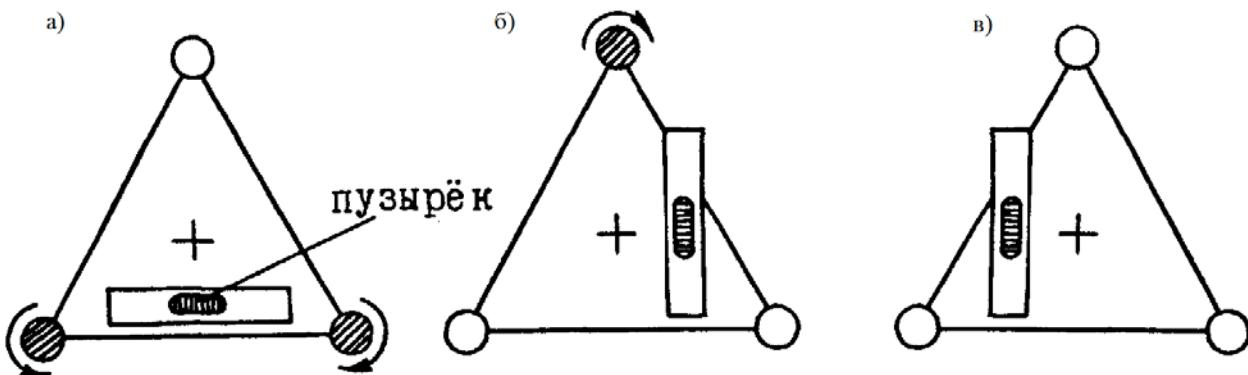

Рис. 5. Схема выполнения горизонтизации теодолита по цилиндрическому уровню при алидаде.
- 2) Вращая алидаду теодолита вокруг его вертикальной оси, добейтесь такого положения, при котором ось цилиндрического уровня будет выставлена параллельно линии, проходящей через два любых подъемных винта 16 (рис. 5а). Если прибор ранее был отгоризонтирован, то пузырек цилиндрического уровня должен находиться в центре ампулы. Если пузырек не находится в центре ампулы, то вращайте оба подъемных винта в противоположных направлениях (один по часовой стрелке, другой — против, либо наоборот) и приведите пузырек в центр.
- 3) Поверните алидаду на 90° , при этом ось цилиндрического уровня будет направлена в сторону третьего подъемного винта (рис. 5б). Если пузырек уровня не находится в центре ампулы, то, вращая третий подъемный винт, приведите пузырек уровня в центр.
- 4) Разверните алидаду на 180° (рис. 5в), при этом ось уровня будет направлена в сторону третьего подъемного винта и перпендикулярна линии между первыми двумя. Пузырек уровня должен ость в центре ампулы. Допустимое смещение — 2 деления ампулы уровня. После выполнения горизонтизации прибор готов к использованию.